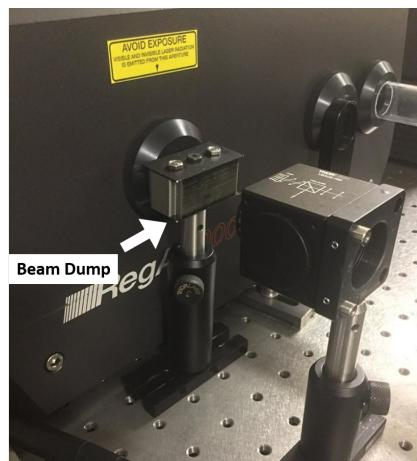

Figure 3 – Beam Dump
1. Si présent, retirer le *beam dump* (voir figure 3) placé à la sortie du RegA.